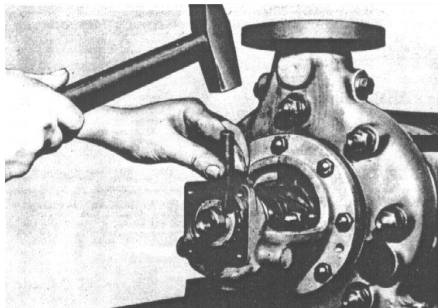

Fig. 3
- Desrosquear a Bucha de Fixação do Rolamento, usando um pino ou uma chave gancho e um martelo. (Vide fig. 3)